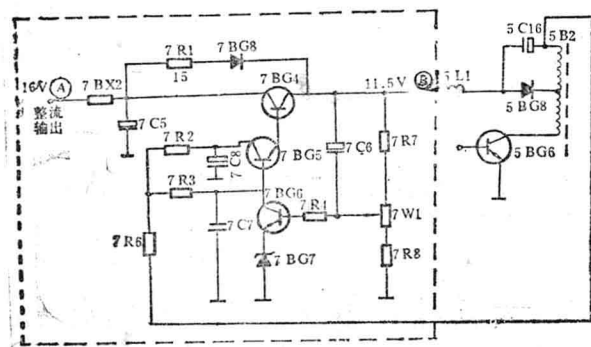

图 1-1
〔分析检修〕 开机观察显象管灯丝不亮，说明 12V 电压未加入，判断是电源部分故障。本机电源电路如图 1-1 虚线框内所示。先测量整流后④点的电压为 16V，表明④点以前的整流电路工作正常。再测量